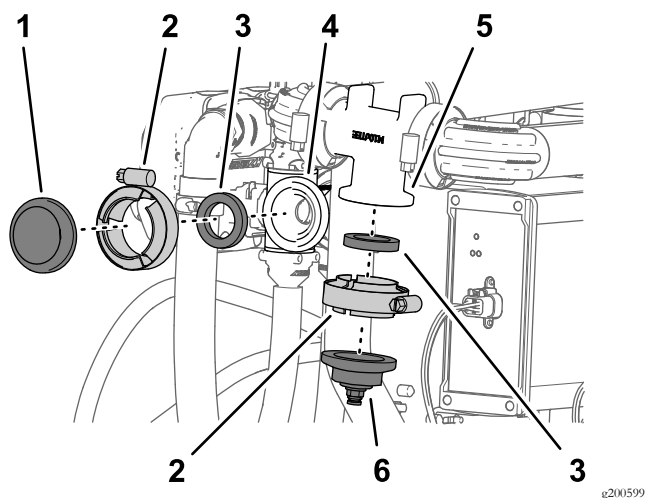

图135
1. 卸下将平头盖固定到喷嘴阀 10 的法兰上的法兰夹具和垫片 图135。
2. 卸下将盖子和管子接头固定到流量计歧管法兰上的法兰夹具和垫片 图135。